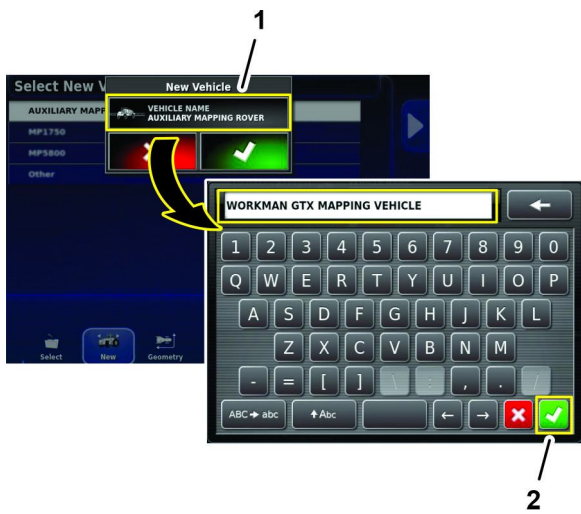

图 186
6. 在新车辆对话框中按车辆名称图标用显示屏键盘为绘图车键入名称然后按"确认"图标图 186。